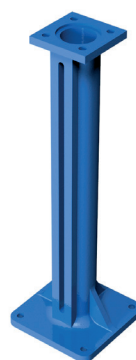

Fig. 5
- Straight floor stand (Fig. 5)